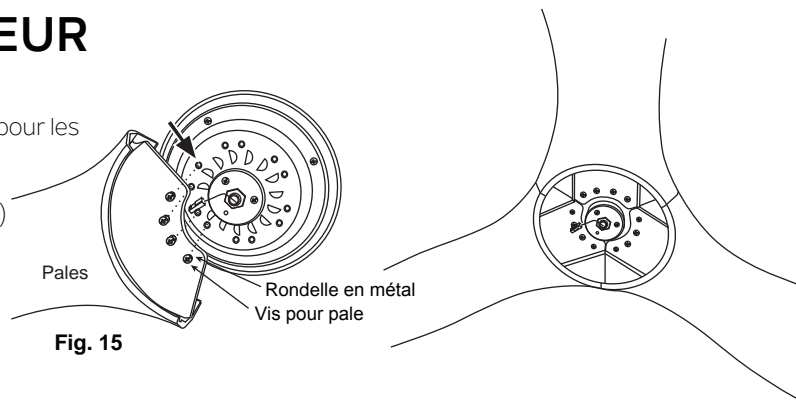

**Fig. 14**
Tournez le cache jusqu'à ce que la tête de la vis soit verrouillée en place à la section étroite du trou de serrure. Voir la figure 14.
**REMARQUE:** Régler les vis du cache jusqu'à ce que le cache et le couvercle du cache soient ajustés correctement (Fig. 14).